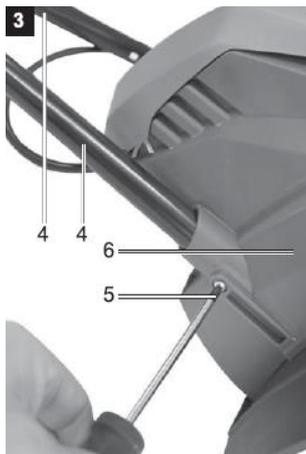

Рис. 3
6. Установите нижние части рукоятки (4) в отверстия корпуса культиватора как показано на рис.3. Закрепите их саморезами (5).
Чтобы запустить культиватор нажмите кнопку (а, рис. 3) и затем жмите на рычаг включения (b, рис. 3).
Культиватор будет продолжать работать все время, пока Вы нажимаете на рычаг выключателя (b, рис. 3). Чтобы остановить культиватор, необходимо отпустить рычаг выключателя (b, рис. 3).